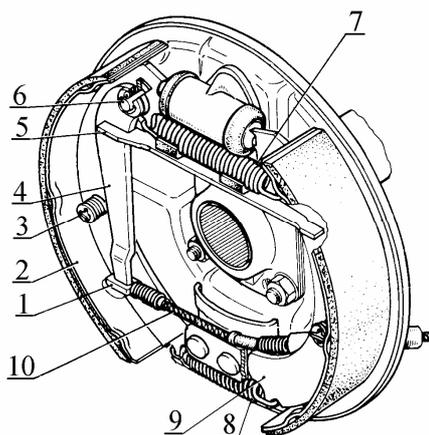

Рис.6 Задний тормоз:
4.7 Отсоединить наконечник 1, рис.6, троса 10 стояночного тормоза от рычага 4 ручного привода колодок (плоскогубцы, отвертка плоская).